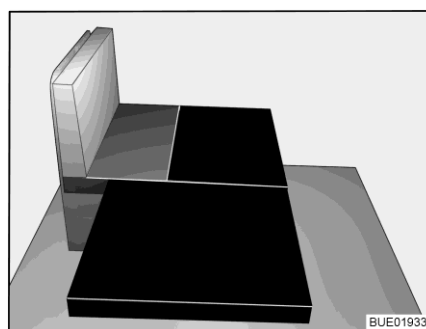

Fig. 60 Después de la transformación
- Colocar el cojín adicional grande en el alojamiento de cojín (véase Fig. 60).